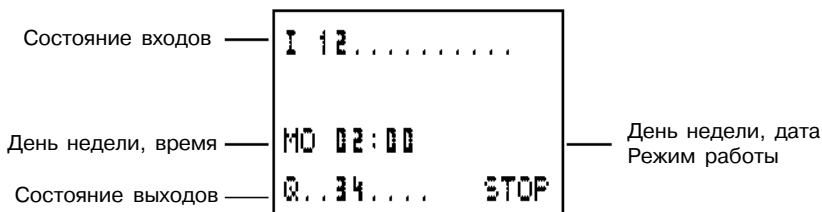

Рис. 5.2. Дисплей состояния реле
Основным экраном (дисплеем) является Status display или дисплей состояния реле (рис. 5.2). В этом кадре показывается состояние входов и выходов реле, режим работы и время в одном из двух возможных форматов. Номера входов (I), на которые поданы управляющие сигналы, и номера включенных выходов (Q) подсвечиваются. Возможные режимы работы реле: STOP (СТОП) или RUN (РАБОТА). В режиме STOP производится ввод программы и настройка реле, в режиме RUN выполняются рабочие операции. Индикатор питания (POW) на лицевой панели реле в режиме STOP горит ровным светом, в режиме RUN – прерывистым